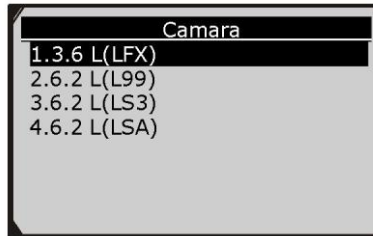

Рисунок 6-6
- 5) В следующем окне выберите подходящую модель двигателя. См. рисунок 6-6.